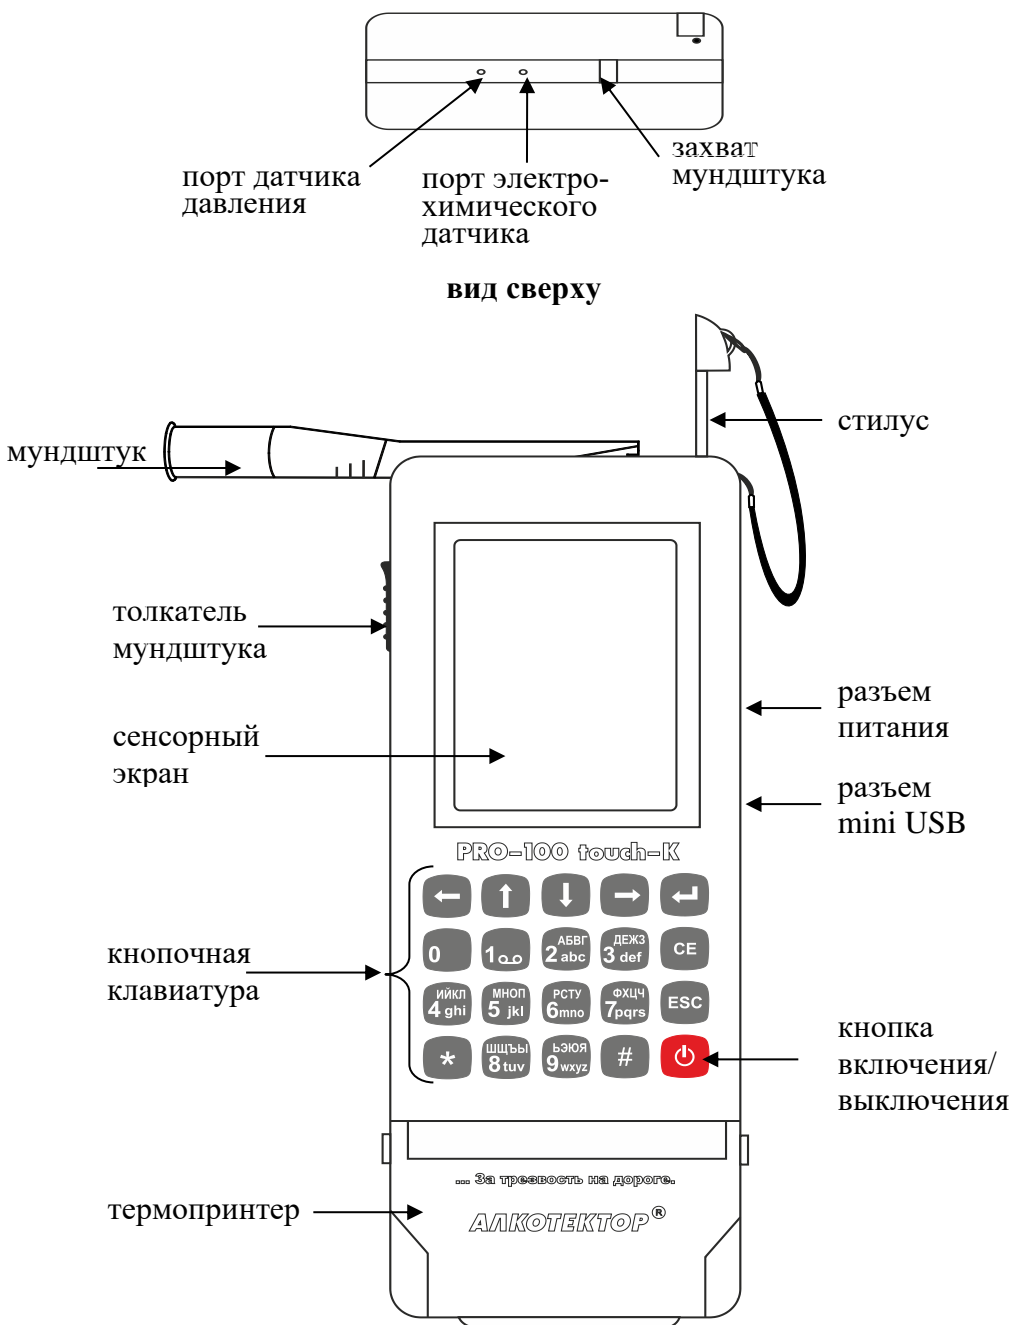

Рисунок 1 – Общий вид анализатора
1.4.19 Между направляющими для установки мундштука (образованными передней и задней частью корпуса) анализатор имеет **два входных порта заборной системы** (далее – штуцеры); через один воздух поступает на датчик давления, через другой воздух поступает на электрохимический датчик (рисунок 1, вид сверху).